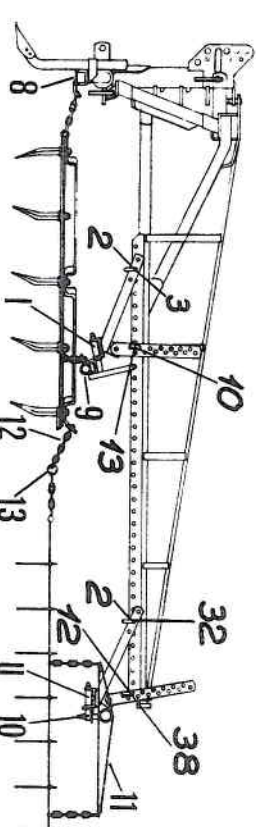

Abb. 64 Egge + Netzegge
Grundrahmen und großer Ausleger am Schlepper anbauen und Schwingen I und II feststecken, wie Abb. 64 zeigt. Eggen-Zugbalken (8) mit Spurlockerer anbauen. In vordere Schwinge I Trag- und Druckbalken (9) von hinten einschieben und sichern. In hintere Schwinge II das Zwischenstück OZ (10) von hinten einstecken. Auf Zwischenstück OZ Netzeggen-Zugrahmen (11) mit den langen Armen nach hinten aufstecken. Mit dem komplett montierten Gerät rückwärts über die ausgebreitete Egge + Netzegge fahren und Zug- und Tragketten einhängen. (Anbringung der Zugketten am Netzeggen-Zugbalken siehe Seite 11.)
1. Eggen-Zugbalken (8) mit zwei Tiefgang-Begrenzungsketten oder mit der Hydraulik (Lageregelung) auf die richtige Höhe einstellen.
3. Zugketten (12) des Netzeggen-Zugbalkens (13) oben in die Doppelzuglaschen einhängen (Abb. 64).